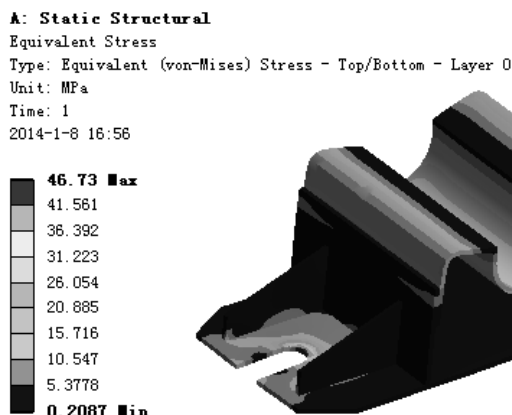

图 7.7.25 应力结果图解
(1) 求解分析。在顶部工具栏中单击  **Solve** 按钮求解分析。
(2) 查看应力结果图解。在“Outline”窗口中选中  **Equivalent Stress**，查看图 7.7.25 所示的应力结果，其最小应力为 0.2087MPa，其最大应力为 46.73MPa。